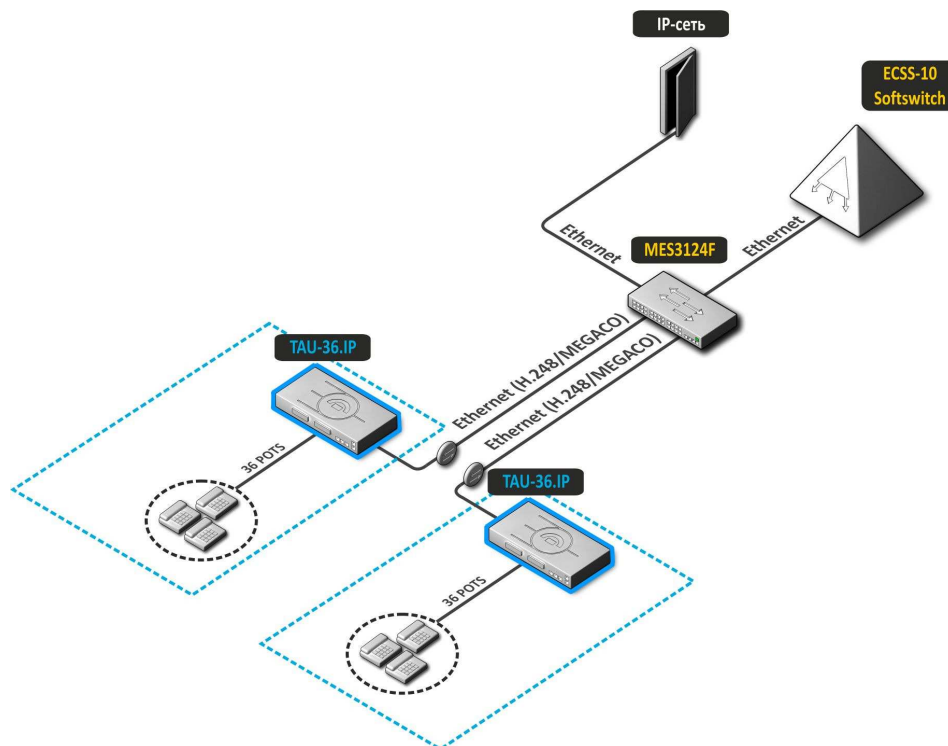

Рисунок 2 – Распределенная миниАТС TAU-36.IP
2. **Режим распределенной миниАТС.** В этом случае устройство выполняет функции миниАТС, с возможностью выхода на другие шлюзы (TAU-32M.IP, TAU-72.IP и прочие), а также Softswitch по протоколам SIP/SIP-T/H.323. Устройство самостоятельно обрабатывает функции ДВО, маршрутизацию вызовов, рисунок 2.